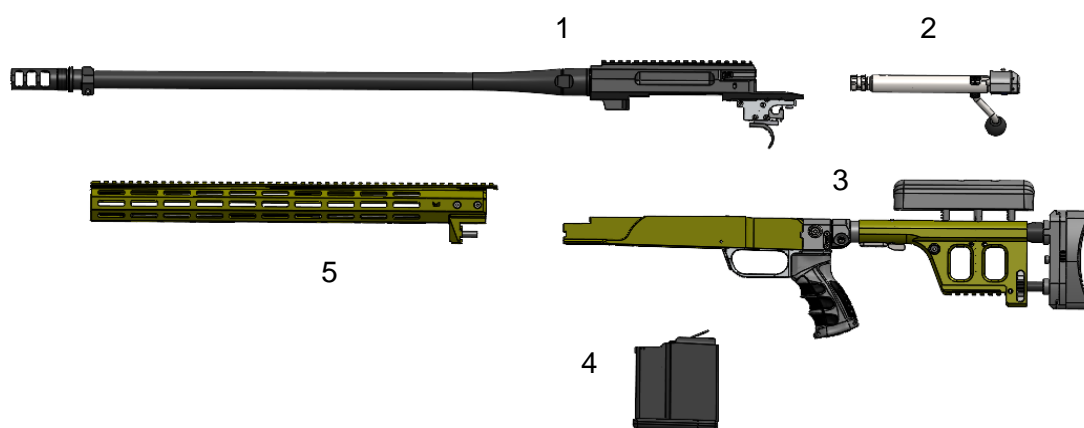

Bild 1
2.3 Reinigungsbaugruppen (Bild 1)